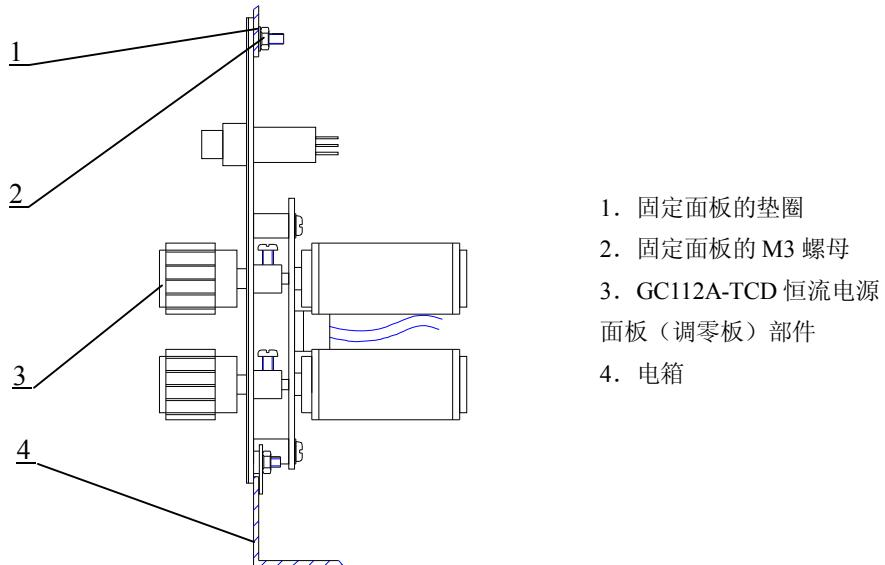

图 7-5 电箱正面下方部位示意图
- 2) 从 GC112A-TCD 恒流电源部件包装箱中取出 TCD 恒流电源面板（调零电路板）部件，先将面板部件下部突出处卡入电箱内壁，再把该面板部件推入至原先安装空面板的部位，使面板部件上部的螺钉穿过电箱凹槽，最后用扳手或套筒旋紧用于固定面板部件的 M3 螺母及垫圈，见图 7-5 所示。